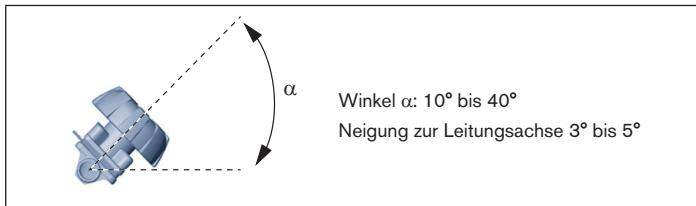

Bild 4: Einbaulage zur Selbstentleerung des Gehäuses
- Gehäuse um den Winkel $\alpha = 10^\circ$ bis 40° geneigt zur Horizontalen einbauen (siehe Bild 4).